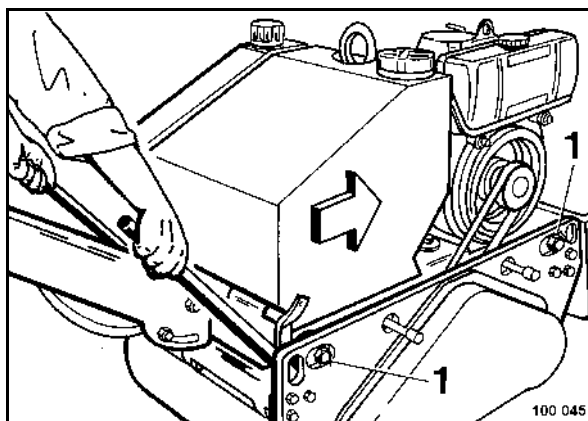

fig. 69
- Desserrer toutes les 4 vis de fixation 1 (fig. 69) du cadre.
- Introduire deux démonte-pneus entre les tampons en caoutchouc et le cadre puis pousser le haut de la machine vers l'avant (fig. 69).
- Resserrer fermement toutes les 4 vis de fixation 1 (fig. 69).